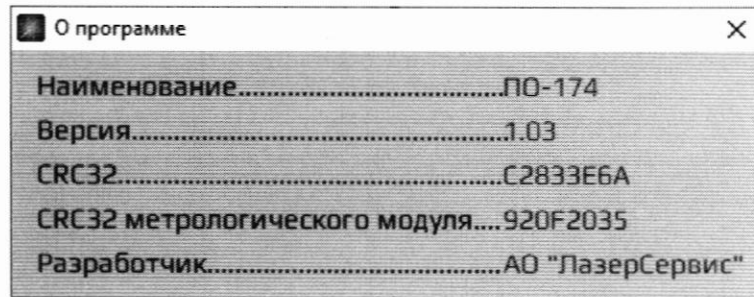

Рисунок 5 - Окно «О программе»
- нажать на клавиатуре консоли пользователя сочетание клавиш «Ctrl + I». Отобразится окно «О программе», рисунок 5, в котором приведены основные сведения о ПО.